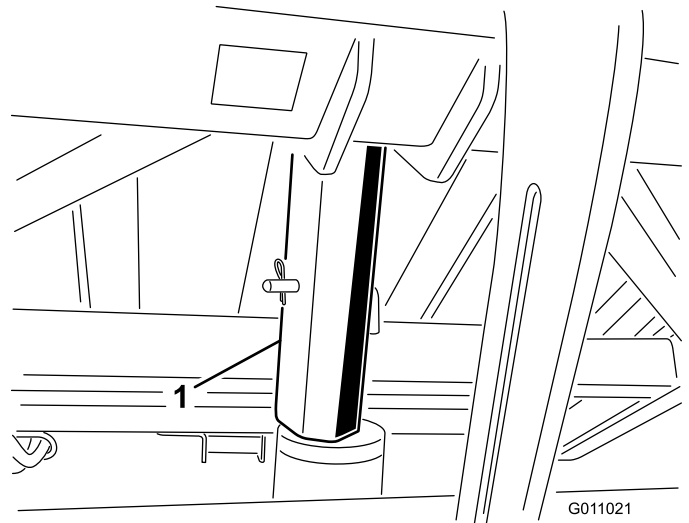

Figura 24
3. Inserite il supporto di sicurezza del cassone nell'asta del cilindro, avendo cura che l'estremità del supporto poggi contro a canna del cilindro e l'estremità dell'asta del cilindro (Figura 24). Fissate il supporto di sicurezza del cassone sull'asta del cilindro con la coppiglia ed il perno.